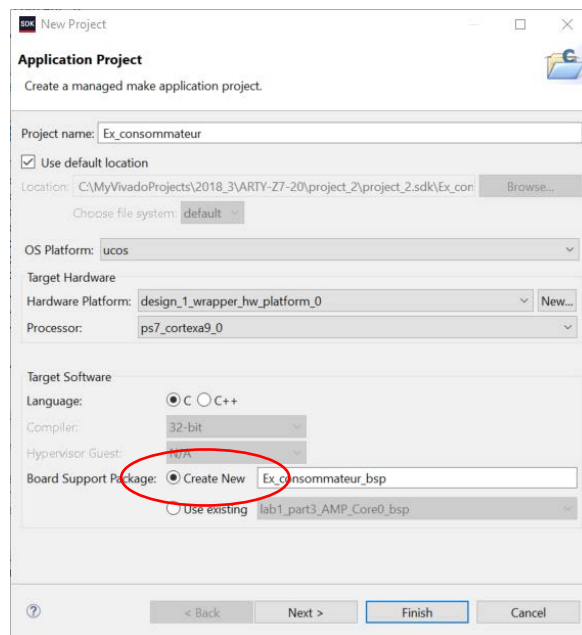

Figure 6
Les programmes **producteurs** et **consommateurs** distribués comme code de départ illustrent un exemple de ce *handshacking*. Le transfert de *TaskGenerate* sera calqué sur cet exemple de producteur/consommateur mais au lieu de transférer des entiers (valeur i), vous transférez une rafale de paquets (de grandeur aléatoire entre 1 et 255). Par conséquent, prenez 1 heure pour bien comprendre comment exécuter ce code du producteur/consommateur sur 2 cores en lisant bien les figures 6 à 18 et le texte qui les accompagnent. N'hésitez pas à poser des questions au chargé de laboratoire. Si vous comprenez bien le fonctionnement de ce producteur/consommateur et comment le programmer sur 2 cœurs, le travail de transférer TaskGenerate sur core 1 sera simple, puisque vous pourrez ré-utiliser le même découpage. Plus précisément, comme vous aurez créé 2 BSPs (1 pour core 0 et 1 autre pour core 1), vous pourrez reprendre ces 2 BSPs.
- 1) Le consommateur sera sur core 0 et il sera **slave**. Vous devez créer une nouvelle application que vous nommerez *Ex_consommateur*. **Attention! créez du même coup le BSP en cliquant l'option *Create New*** telle qu'illustrée en rouge à la figure 6. Comme à l'habitude ajoutez le *Hello World* de uC/OS-III sur la fenêtre suivante.